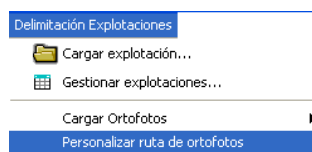
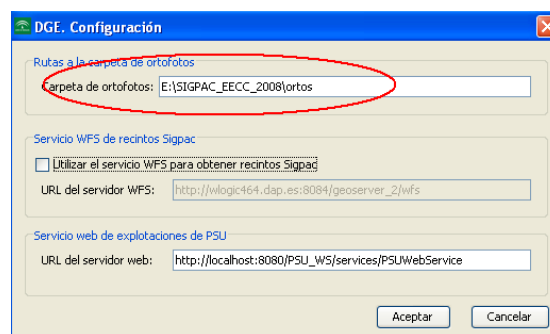

Fig. 27
Fig. 28.2
- a) *Desde el disco duro*: Para ello, se selecciona en el menú “*Delimitación Explotaciones*” la opción “*Personalizar ruta de ortofotos*”, se indica la ruta donde se encuentra la carpeta de ortofotos, y se acepta (Fig. 27 y 28.1). También se puede hacer en el menú “*Personalizar – Configuración – Configuración de recursos externos*” (Fig. 28.2).